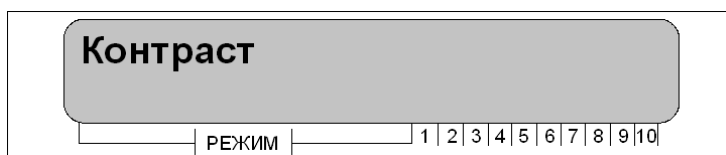

Рисунок 25 – Пункт меню «Контраст»
- нажатием клавиши «ВПЕРЕД» необходимо выбрать пункт меню «Контраст», рисунок 25;